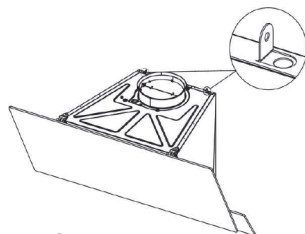

Рис. 16
- 10) Прикрепите внешний кожух вытяжки к фиксаторам находящимся на верхней поверхности корпуса справа и слева, используя винты 3,5x6,5 RYSB (рисунок 16).